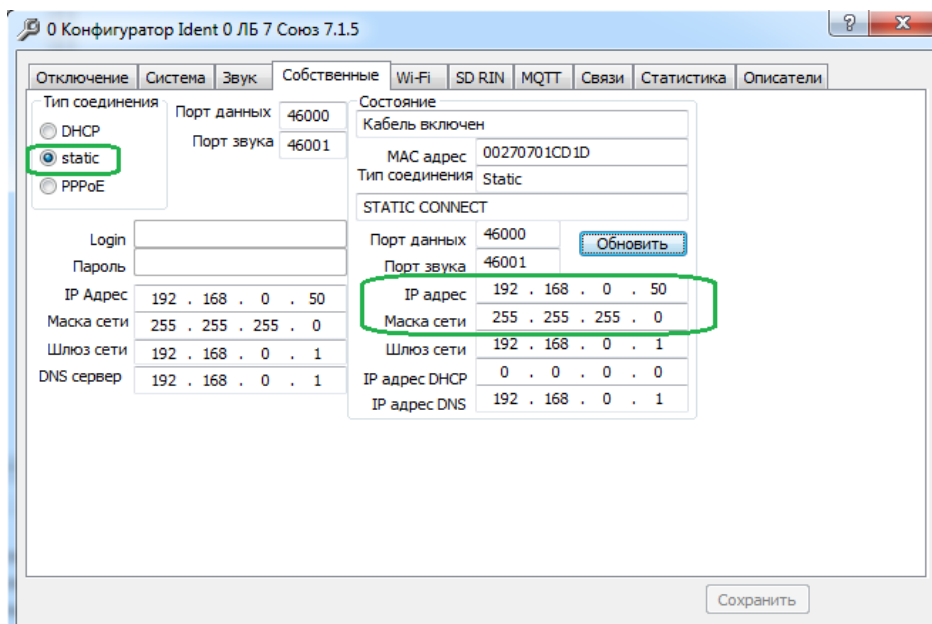

Рисунок 14 Выбор типа соединения static. Назначенный IP адрес в режиме static
Если требуется прямое подключение ЛБ к ПК, ноутбуку с использованием патч корда UTP RJ45–RJ45, то необходимо установить тип соединения **static** (выделено зелёным цветом), см. **Рисунок 14** и указать конкретный IP адрес для ЛБ.
**IP:192.168.0.50** см. **Рисунок 14** (выделен зелёным цветом)
Если подключение выполнено по патч корду UTP RJ45–RJ45 напрямую к ПК, ноутбуку то IP адрес блока можно посмотреть во вкладке **Собственные: Состояние**, см. **Рисунок 14**